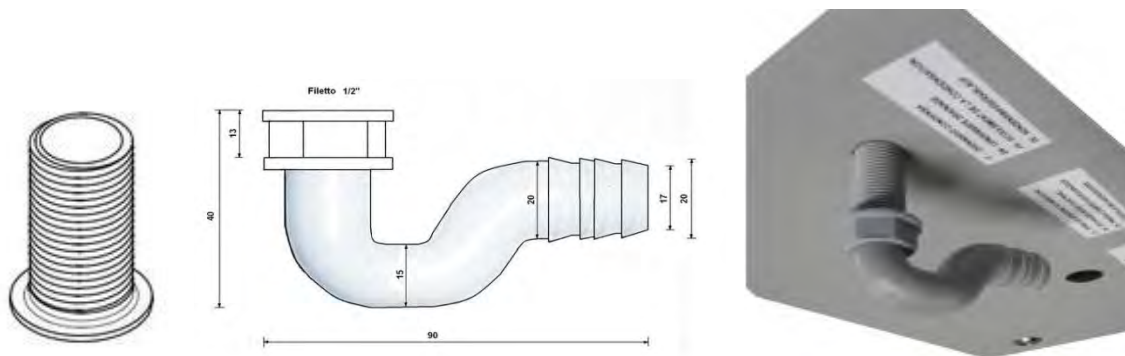
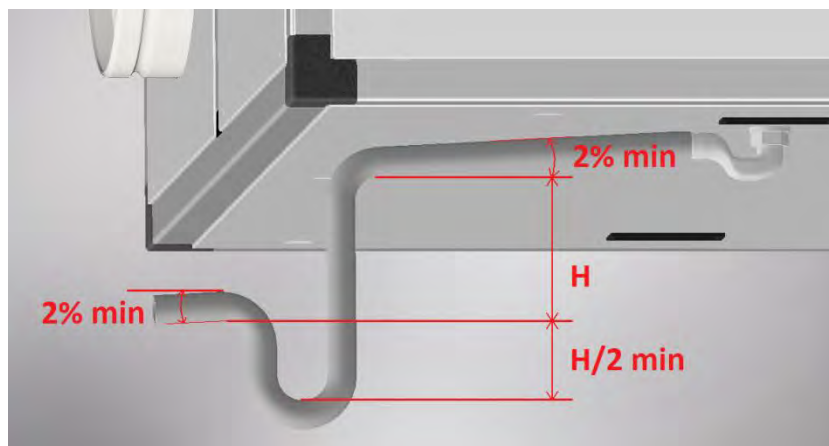

Figura 2 - Immagine del kit di scarico condensa e foto del montaggio sull'unità (è possibile tagliare il tubetto filettato a misura in modo che sporga meno)
Figura 3 - Altezza del sifone di scarico condensa ($H + H/2 + \varnothing_{\text{tubo}}$), valore H riportato nella tabella Specifiche tecniche a pag. 13
- Installare un adeguato sifone di scarico condensa il più vicino possibile all'unità: per alcune unità, in dotazione è fornito un piccolo sifone (vedi Figura 2), il quale ha più una funzione di raccordo che di sifone vero e proprio. Infatti per evitare il risucchio d'aria e quindi il corretto scarico della condensa, è necessario installare/realizzare un sifone con altezza minima come indicato in Figura 3 e nella tabella Specifiche tecniche a pag. 13; l'altezza (H) minima è calcolata tenendo conto delle condizioni di lavoro standard dell'unità, mentre l'altezza ottimale considera la prevalenza totale del ventilatore (quindi permette un corretto scarico condensa in qualsiasi condizione).